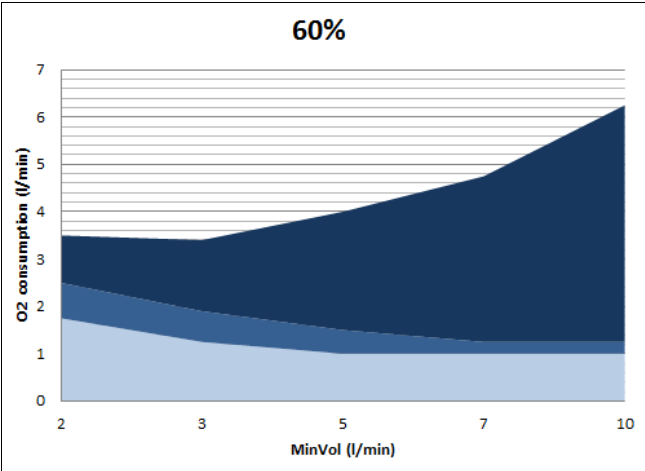

图 2-22. 氧浓度设置为 60% 时，分钟通气量与耗氧量的函数
2. * 2 是考虑到呼吸管路中的可压缩体积。详细信息可参阅第 2-41 页和 2-42 页的图 2-22 和 2-23。
1. * 2 是考虑到呼吸管路中的可压缩体积。详细信息可参阅第 2-41 页和 2-42 页的图 2-22 和 2-23。
- 图 2-22 显示氧浓度设置为 **60%** 时的数值。